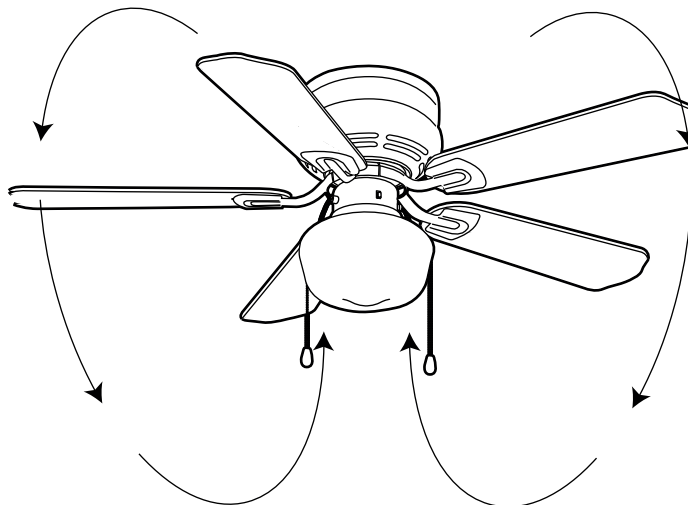

Figura 18
**Clima fresco– (Reversa)** Una corriente de aire hacia arriba hace salir el aire caliente del área del techo como se muestra en la Figura 18. Esto le permite ajustar su unidad de calefacción a un ajuste más bajo sin afectar su comodidad.